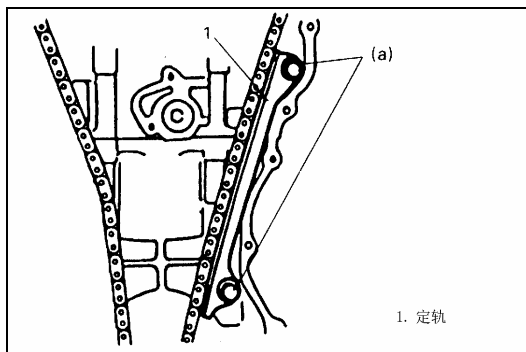

Рис. 4-43.
- 7). Установить направляющую цепи привода синхронизации, Рис. 4-43.